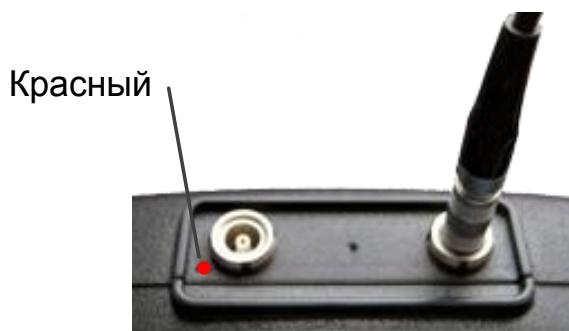

Рисунок 2
– Совмещенные преобразователи (тип S) подключаются с помощью одинарного кабеля LEMO-LEMO к немаркированному разъему (рисунок 2).